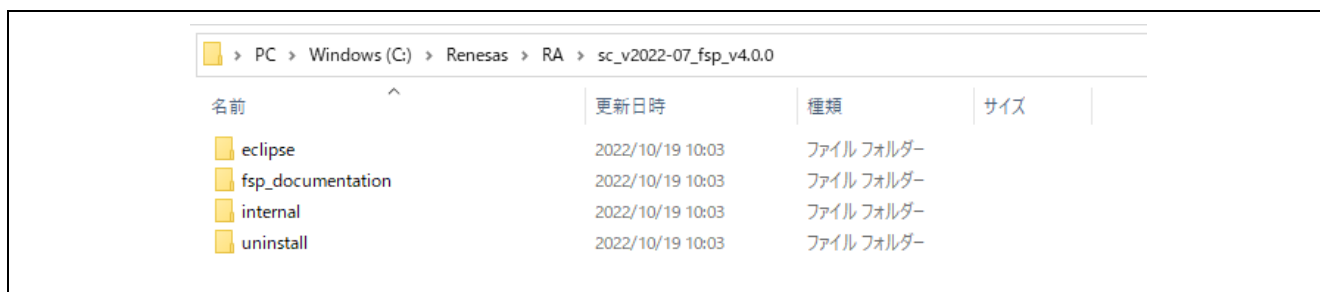

図 5 インストールフォルダ
5. インストールしたフォルダを開き、目的の FSP バージョンの新しくインストールされた RASC フォルダを確認します。図 5 に示すようなフォルダが作成されます(既定のディレクトリに新しいインスタンスとしてインストールされます)。